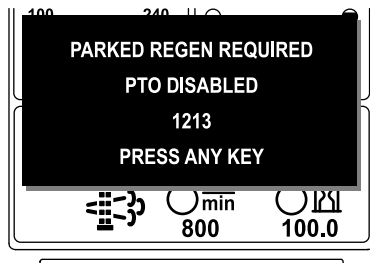

図 50
- 時間以内に駐車再生を行わないと、インフォセンターに駐車再生要求が表示され、PTO が無効化され、アドバイス No.1213 が表示されます 図 50。